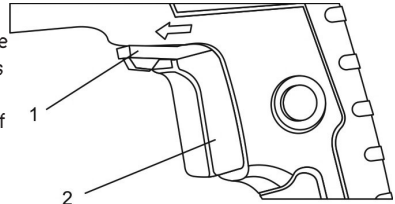

Figure 1
L'interrupteur de marche avant/arrière (1) est placé devant la gâchette (2), pour plus de commodité (figure 1). Pour que le mouvement rotatif de la perceuse s'effectue dans le sens horaire pour le perçage, pousser l'interrupteur de marche avant/arrière vers la gauche. Pour que le mouvement rotatif de la perceuse s'effectue dans le sens antihoraire, pousser l'interrupteur de marche avant/arrière vers la droite.